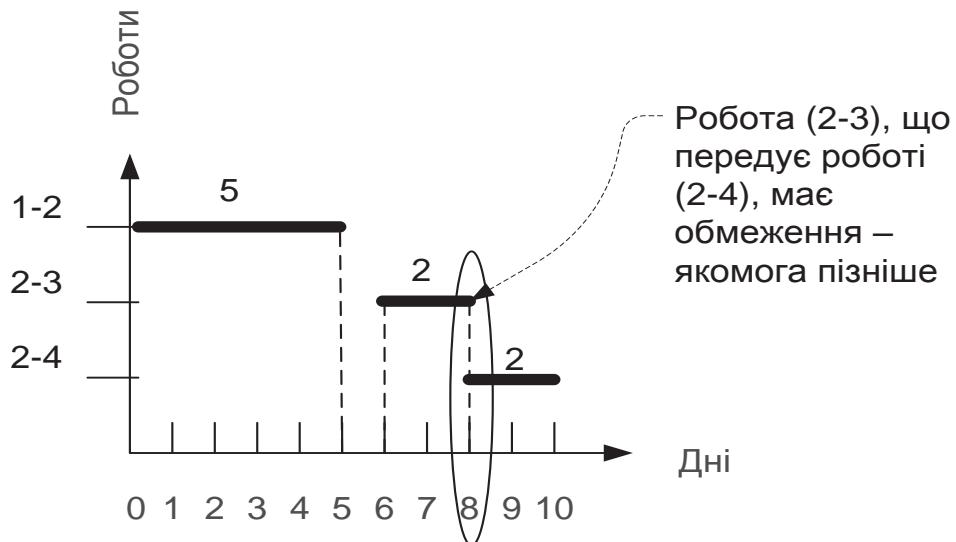

Рис. 5.29. Робота з обмеженням "якомога пізніше"
4. Закінчення роботи, яка виконується якомога пізніше, співпадає з початком наступної роботи. Наприклад, робота (2-3) має тривалість 2 і починається якомога пізніше. Наступна за нею робота (2-4) має фіксований початок – 8, тому закінченням роботи (2-3) буде день початку роботи (2-4), тобто на 8 день, а початок визначається як закінчення роботи (2-3) мінус її тривалість:  $8 - 2 = 6$  (рис. 5.29).